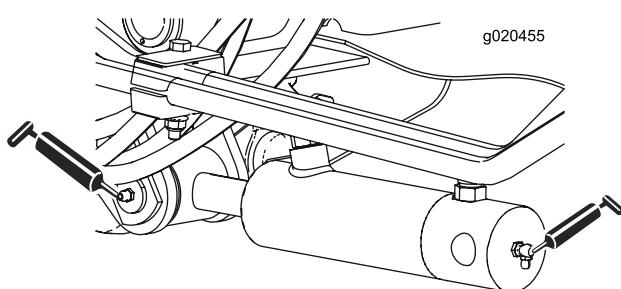

Figura 41
- Dois (cada lado) casquilhos do cilindro do braço de elevação (Figura 41)